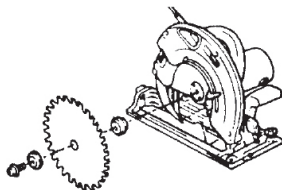

рис. 3
5.3. Снятие и установка пильного диска (рис. 3):